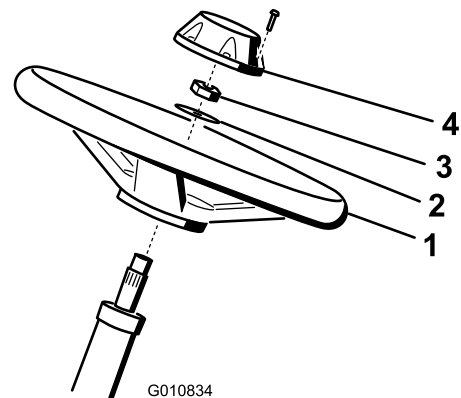

Figura 3
1. Collocate il volante sul piantone (Figura 3).
2. Collocate la rondella sul piantone (Figura 3).
3. Fissate il volante all'albero con un dado ad alette e serrate tra 27 e 35 N·m (Figura 3).
4. Montate il coprimozzo sul volante e fissatelo con l'aiuto di una vite (Figura 3).